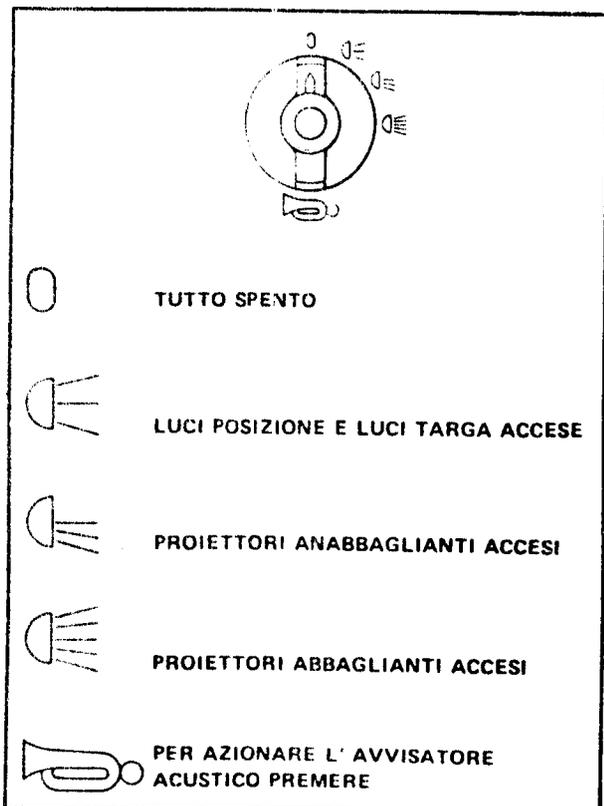

Figura 5. Commutatore luci e avvisatore acustico
16. COMMUTATORE LUCI ED AVVISATORE ACUSTICO: vedere la figura 5.